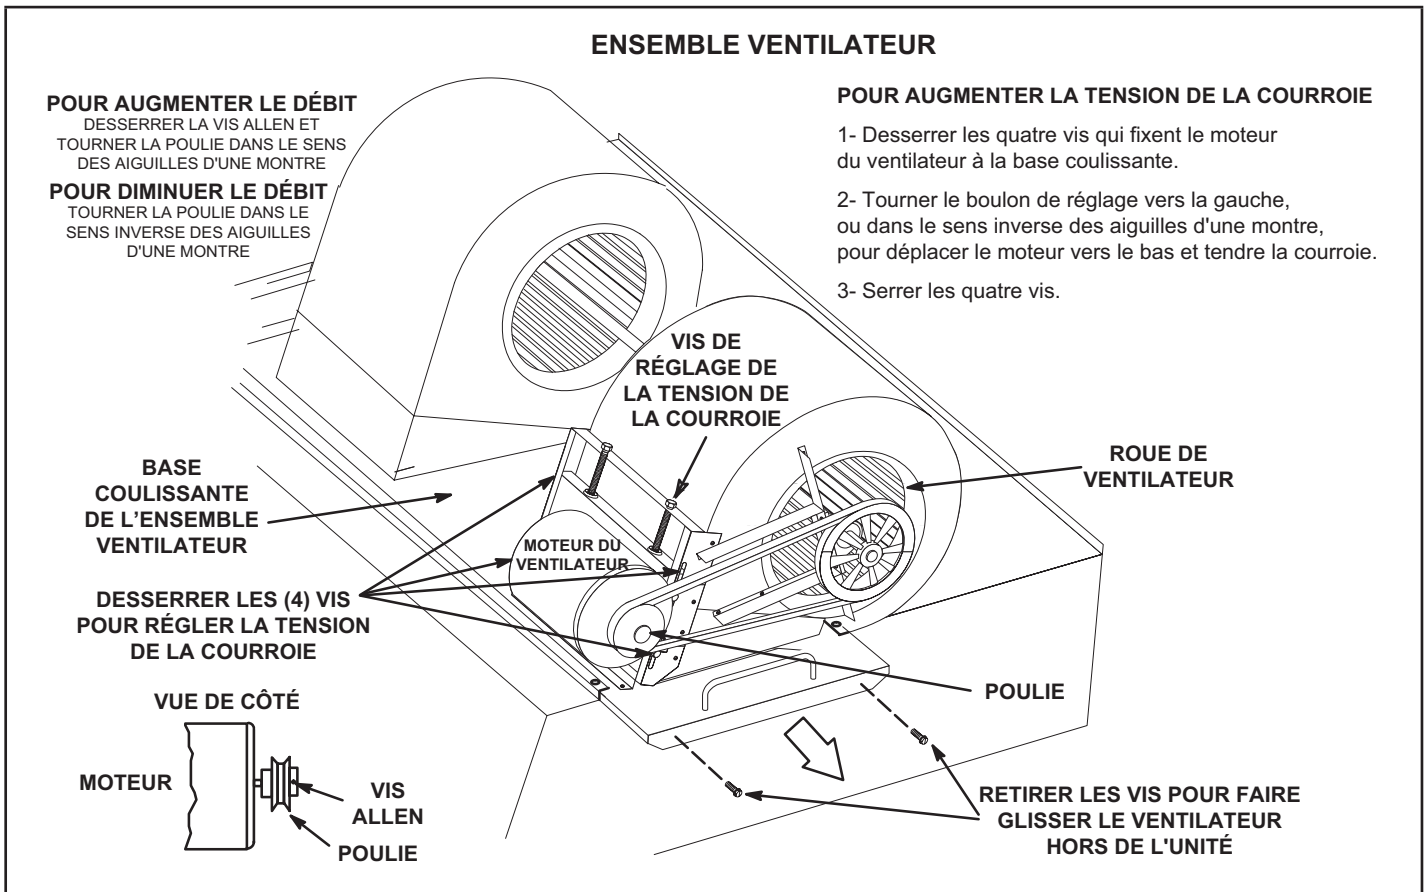

FIGURE 21
- 2- Retirer les vis situées de chaque côté de la base coulissante de l'ensemble ventilateur. Voir FIGURE 21.
- 4- La vitesse du ventilateur peut être réglée au niveau de la poulie du moteur. Desserrer la vis Allen et tourner la poulie réglable dans le sens des aiguilles d'une montre pour augmenter le débit. Tourner dans le sens inverse des aiguilles d'une montre pour diminuer le débit. Voir FIGURE 21. Ne pas dépasser les nombres minimum et maximum de tours de poulie indiqués au TABLEAU 4.
1 - Desserrer les quatre vis qui fixent le moteur du ventilateur à la base coulissante. Voir FIGURE 21.